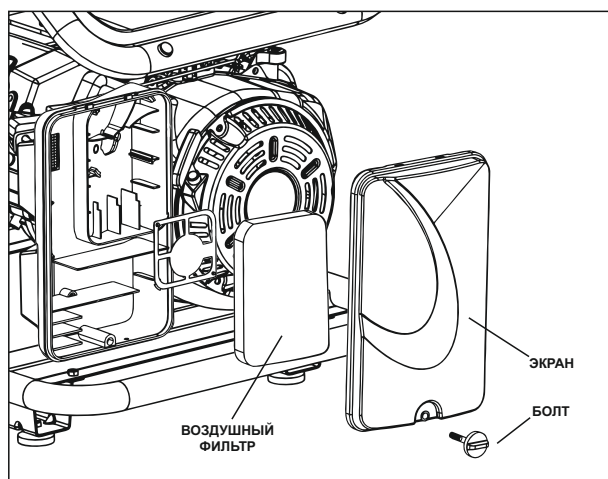

Рисунок 8 – Воздушный фильтр
Двигатель не будет работать на полную мощность, если воздушный фильтр будет поврежден или забит мусором. Прочищайте фильтр каждые 200 часов или раз в год (Рис. 8). Прочищайте чаще либо меняйте фильтр, если работа ведется в сильно запыленных условиях.
- Снимите защитный экран воздушного фильтра и вытащите фильтр (Рис. 8).